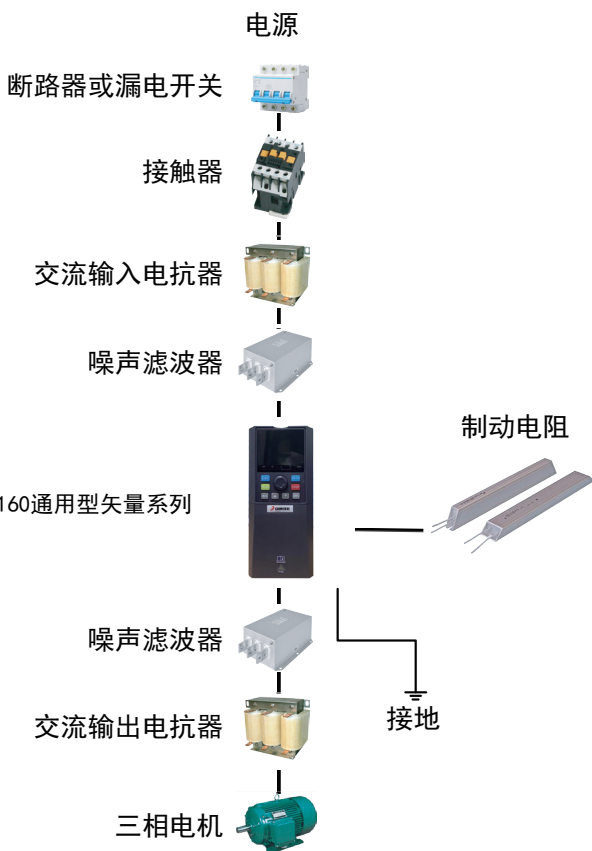

图 3-8 ES160(B) 系列变频器与外围设备的接线图
ES160(B) 系列变频器与外围设备的连接图如下图 3-8 所示;